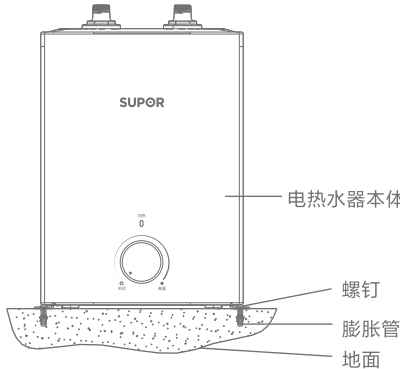

图5
- 5. 把装好固定板的产品放置到地面，并标记好螺丝孔的位置，然后根据尺寸用冲击钻在地板上钻2个固定孔，并使用膨胀管及螺钉把产品固定在地面或可靠平面上(如图5)。